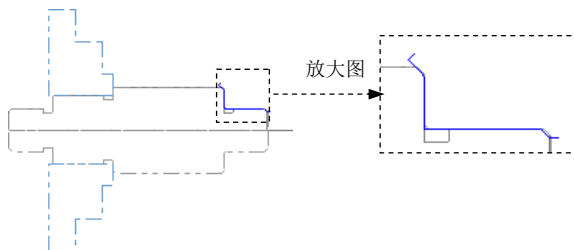

图 18.15 刀具路径
(1) 在“车床-精车 属性”对话框中单击 选项卡，然后单击 按钮，系统弹出“进退/刀设置”对话框。
(2) 在“进退/刀设置”对话框中单击 选项卡，在“调整轮廓线”区域选中 ☒ “延长/缩短 外形的终止位置”复选框，然后在“数量:”文本框中输入值 2.0，单击 按钮。
Step6. 单击“车床-精车 属性”对话框中的 按钮，完成精车参数的设置，此时系统将自动生成图 18.15 所示的刀具路径。